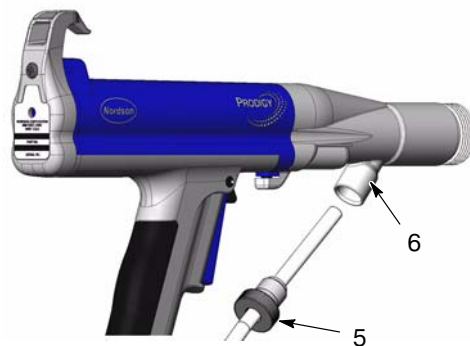

Рис. 15 Выворачивание фиксирующей втулки и снятие порошкового шланга
4. См. рис. 15. Вывернуть фиксирующую втулку (5) из переходника распылителя (6).